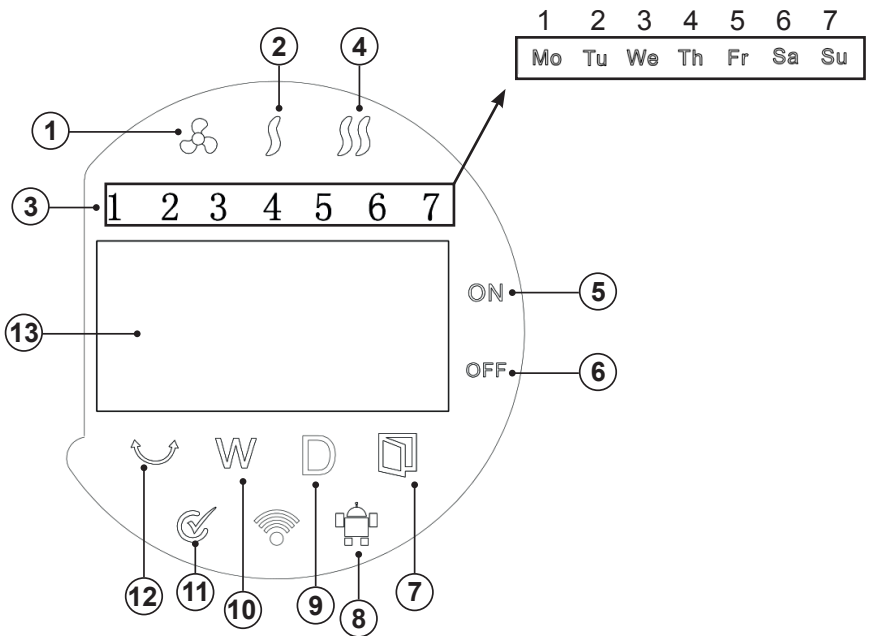

Fig 1
- L'appareil requiert une ventilation adéquate pour fonctionner correctement. Laisser un espace de 20 cm au-dessus et 25 cm des deux côtés (Fig.1)